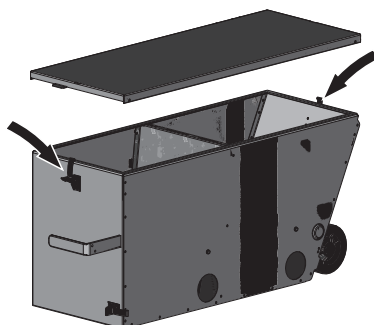

Fig. 35 Ouvrir les fermetures à genouillère, enlever le couvercle et vidage du bac à cendres
- ▶ Desserrer les deux fermetures à genouillère en haut du couvercle, retirer le couvercle et vider le bac à cendres – Fig. 35.